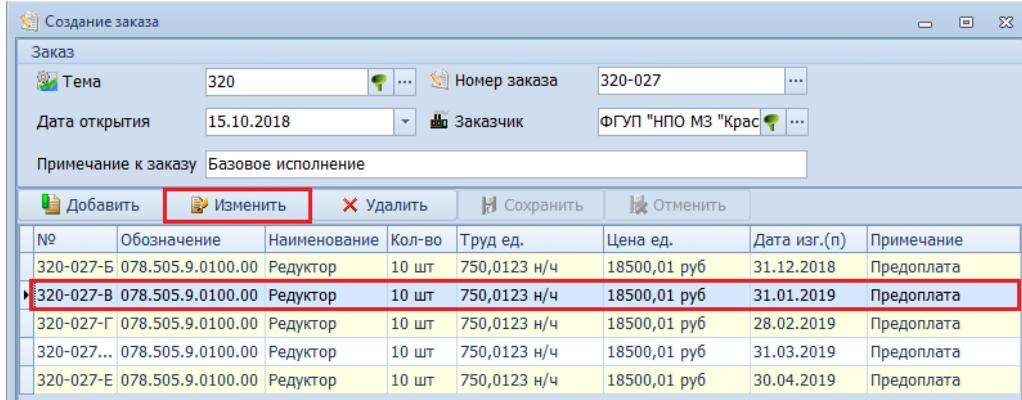

Рисунок 61. Пример выбора Партии заказа для внесения изменений
4.1 В таблице диалогового окна «Создание заказа» выбрать нужную Партию заказа и выделить её (рис. 61).
4.2 Нажать кнопку **Изменить** (рис. 61).